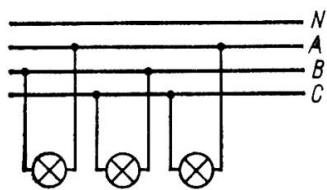

Рис. 11-6.
3. Определить схему включения трех ламп на рис. 11-6. Найти напряжение и ток каждой лампы с сопротивлением 120 Ом, подключенной к питающей сети с линейным напряжением 380 В.